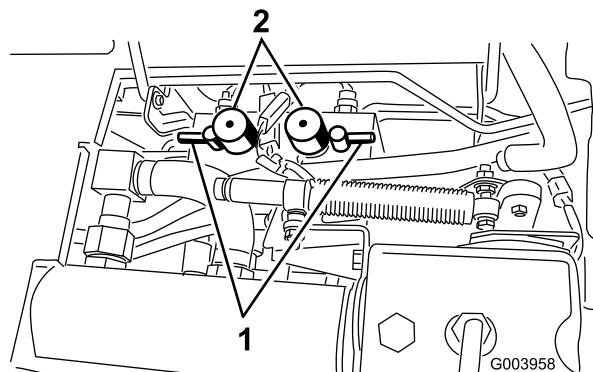

図 82
5. 両方のリール速度セクタを 1 にセットする（図 82）。
6. バックラップ・スイッチで前のカッティングユニット又は後ろのカッティングユニット、あるいは両方を選択する（図 82）。